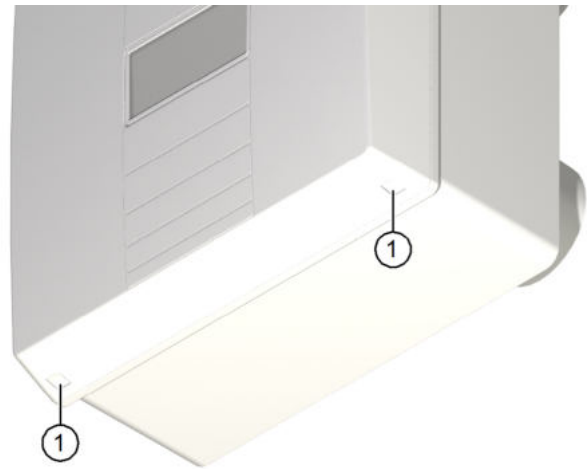

Abb. 17: Deckel vom Lüftungsgerät abnehmen
- ▶ Drücken Sie mit beiden Daumen auf die beiden Rasthaken (Pos. 1 in Abb. 17) an der Unterseite des Lüftungsgerätes. Der Deckel löst sich.